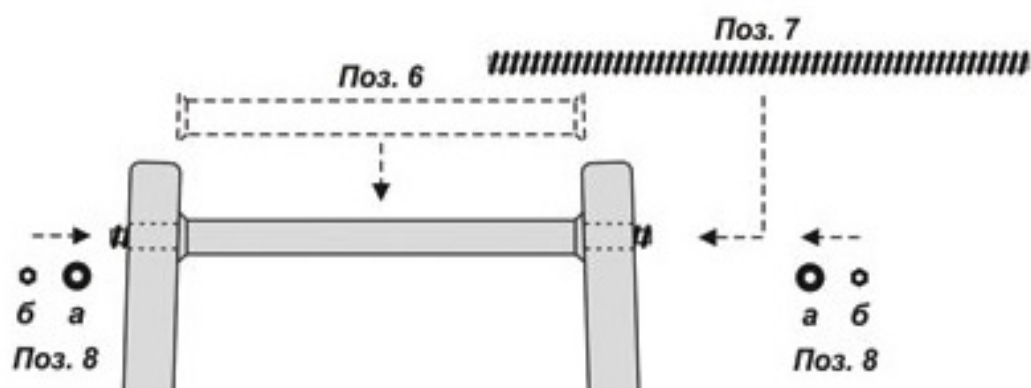

рисунок 4
4.2. Получившееся изделие установить между верхними частями лестницы, напротив просверленных отверстий (рис. 4).
4.3. В отверстия вставить шпильку (поз. 7) (рис. 4).